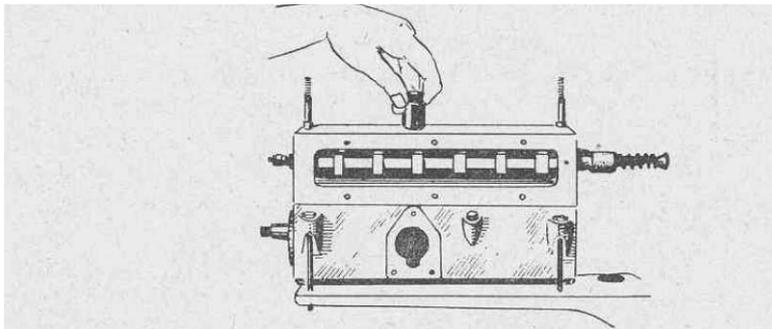

Bild 4 Rollenstößel wird nach oben herausgenommen
1. Rollenstößel nach oben heraus nehmen (Bild 4), darauf achten, dass Druckrolle nicht Herausfällt, da Nadellager.